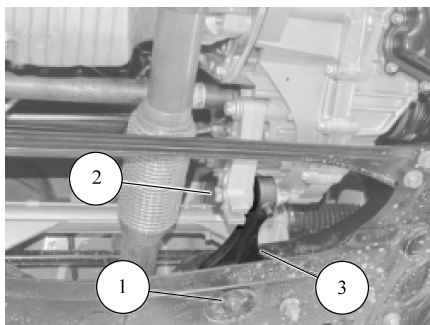
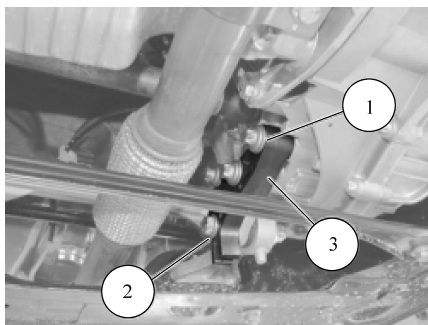

图 4-4 拆卸变速器底部反作用杆
图 4-5 拆卸反作用杆支架
- ① 旋开固定底部反作用杆至悬架横梁的螺钉 1，如图 4-4 所示。
- ② 旋开固定底部反作用杆至变速器支架的螺栓 2。
- ③ 拆卸底部反作用杆 3。
- ① 旋开固定底部反作用杆至变速器支架的螺栓 1，如图 4-5 所示。